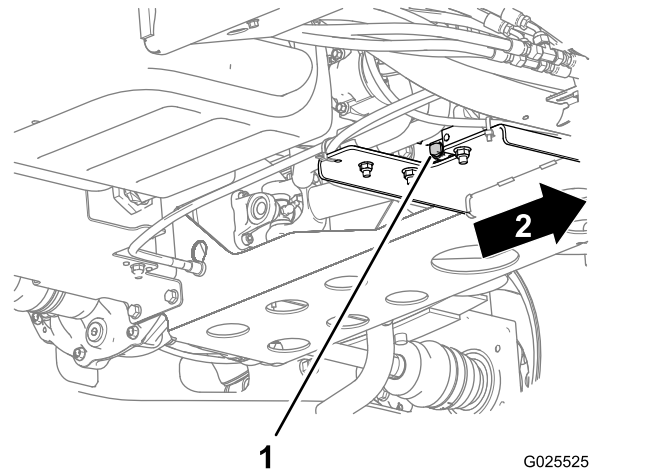

Figure 44
- Placez un grand bac de vidange sous le bouchon de vidange d'huile (Figure 44).
- Enlevez le bouchon de vidange et laissez couler l'huile dans un bac de vidange (Figure 44).